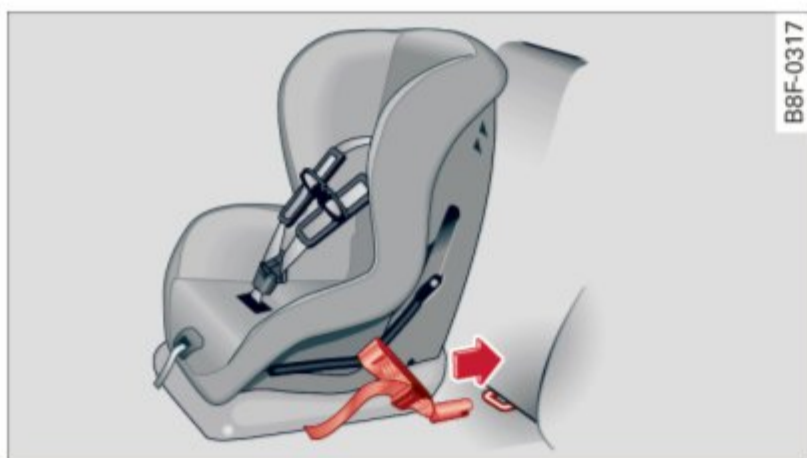

Fig. 167 Ancrages inférieurs : montage approprié
- ▶ Fixez les deux connecteurs à crochet dotés du mécanisme de déclenchement à ressort du siège de sécurité pour enfants sur l'ancrage universel inférieur de manière à les verrouiller en place ⇒ *fig. 167*.